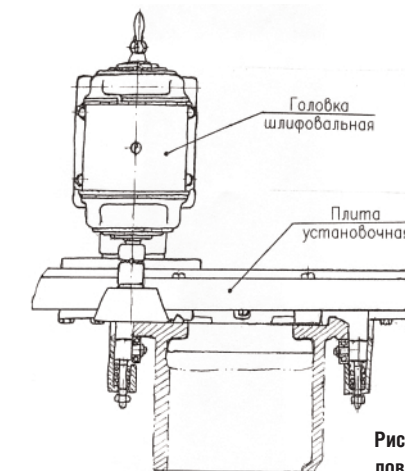

Рис.4 Шлифовальная головка.
- шлифовальная головка, см. рис. 4;